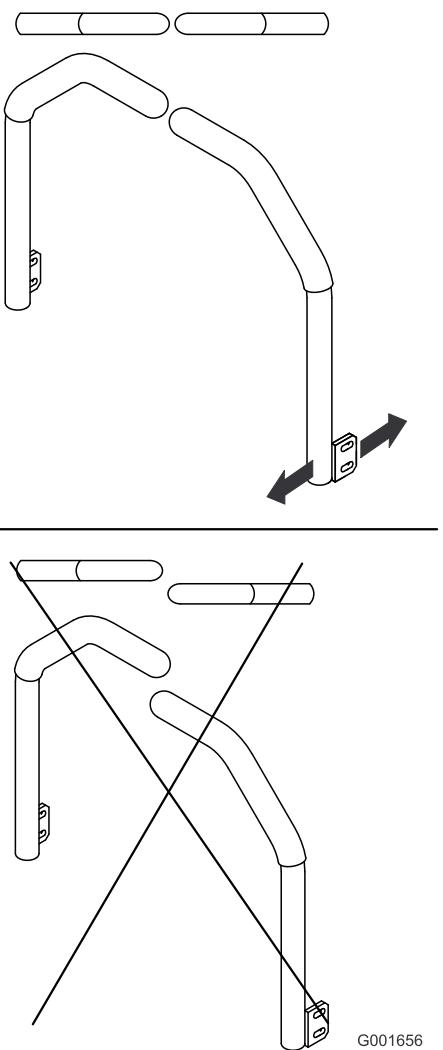

Figure 55
5. Réglez les leviers de commande de sorte à les aligner et serrez les boulons de fixation des leviers aux montants (Figure 55).